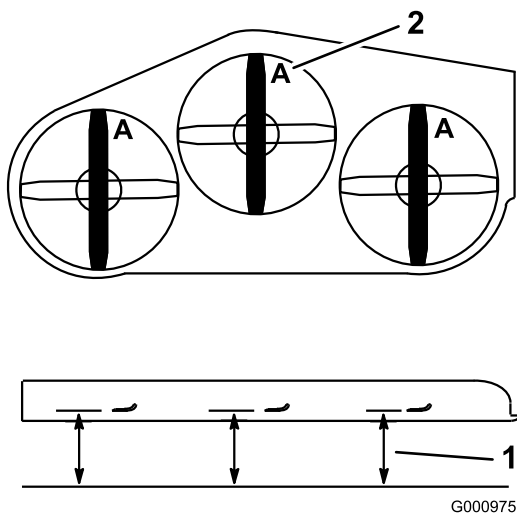

Figura 92
4. Mida en la posición **A** y desde una superficie nivelada hasta el filo de corte de los extremos de la cuchilla (Figura 92).